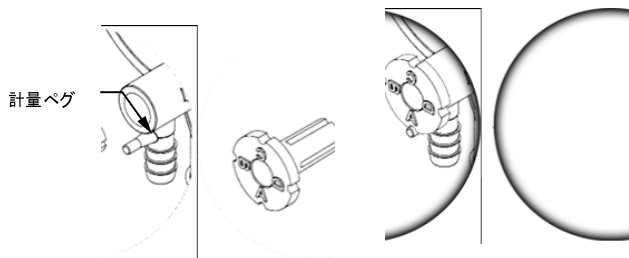

図 4. 計量ペグ“A”下向きに挿入する
10. 図 4 のように、A-D 計量ペグを A を底にして取り付けます。取り上げチューブに薬剤が入るまでカバーを保ちます。
11. 次表を参照して所定の希釈度を提供する計量ペグを選択します。底部の文字を所定の設定に合わせます。底部では固定ピンが計量ペグを固定しています(図 4 参照)。